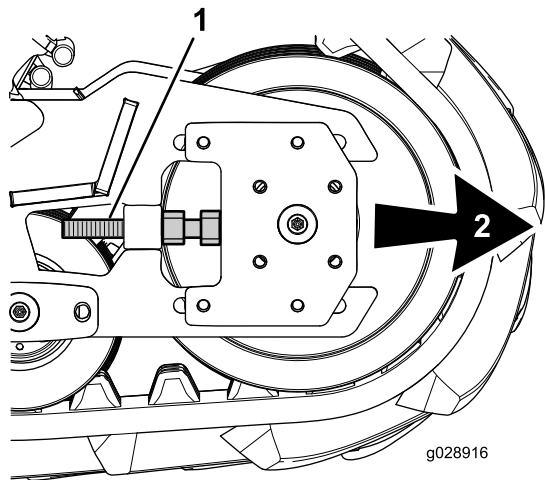

Figura 20
- Gire los pernos de los ajustadores de oruga internos y externos hacia afuera (Figura 20) la misma cantidad, para que la tensión de la oruga sea equivalente mientras la fija en el lugar.